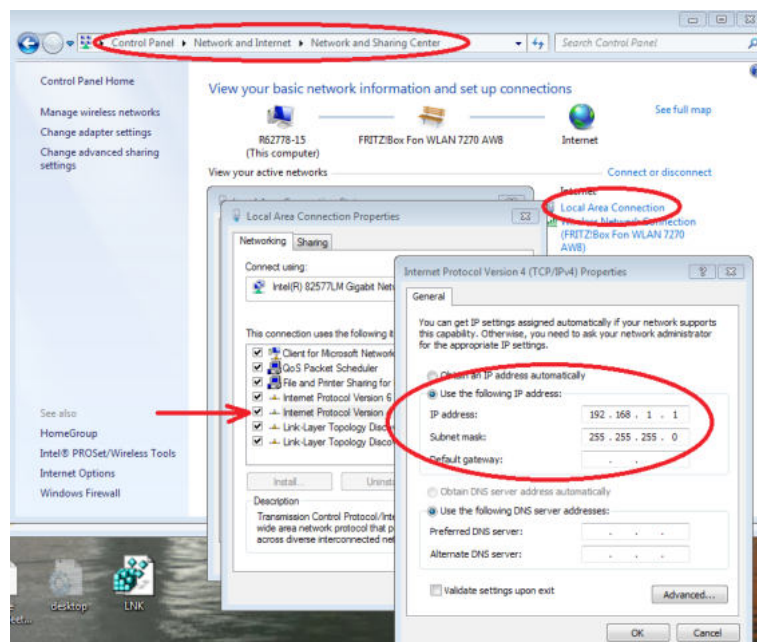

Abbildung 35: Computer-Konfiguration für eine direkte Verbindung mit der Anlage.
- Öffnen Sie am PC Systemsteuerung → Netzwerkverbindungen → LAN-Verbindung → Eigenschaften (Abb. 35).